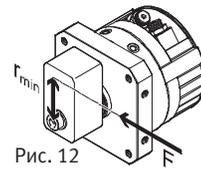

Рис. 12
- Убедитесь в том, что соблюдаются следующие условия (Рис. 12):